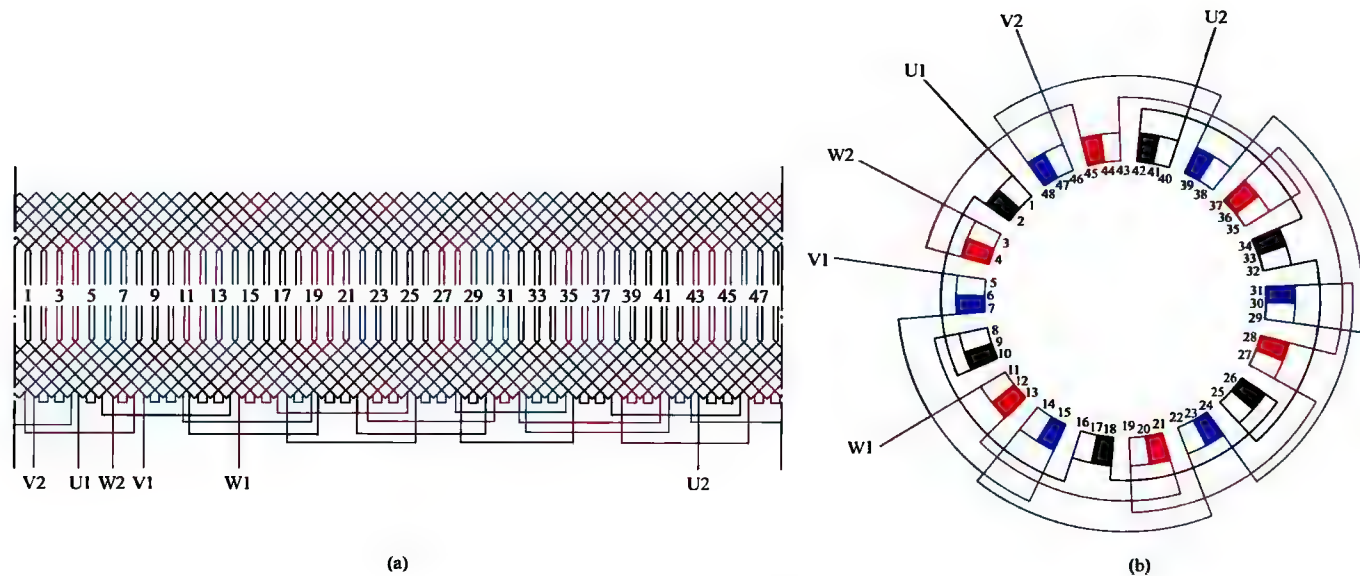

图 1-62 三相 6 极 48 槽双层叠绕组 1 路接法
62. 三相 6 极 48 槽双层叠绕组 1 路接法展开图与接线圆图 (见图 1-62)